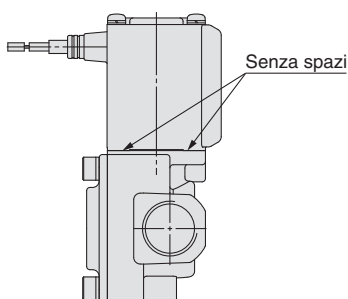

Fig. 1
- 2) Spingere l'assieme bobina contro il corpo e serrare le viti di due giri o più in modo incrociato (Fig. 2) in modo da non lasciare spazi tra l'assieme bobina e il corpo (Fig. 1). Serrare le viti nell'ordine "1→2→3→4→1→2→3→4".
* Dopo il serraggio delle viti, verificare che non vi siano spazi tra la bobina e corpo (Fig. 1).